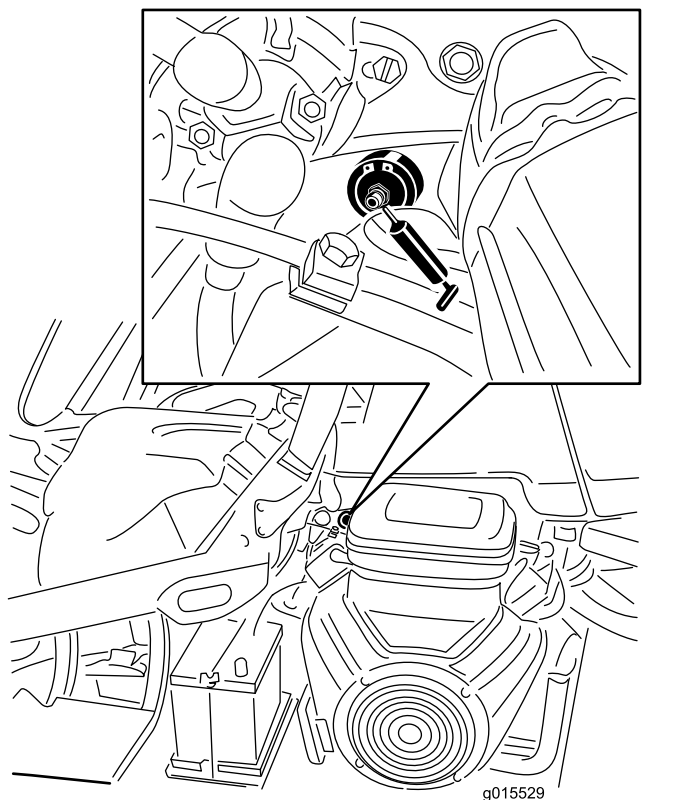

Figure 28
1. Essuyez les graisseurs pour éviter que des impuretés ne pénètrent dans le roulement ou la bague (Figure 28).